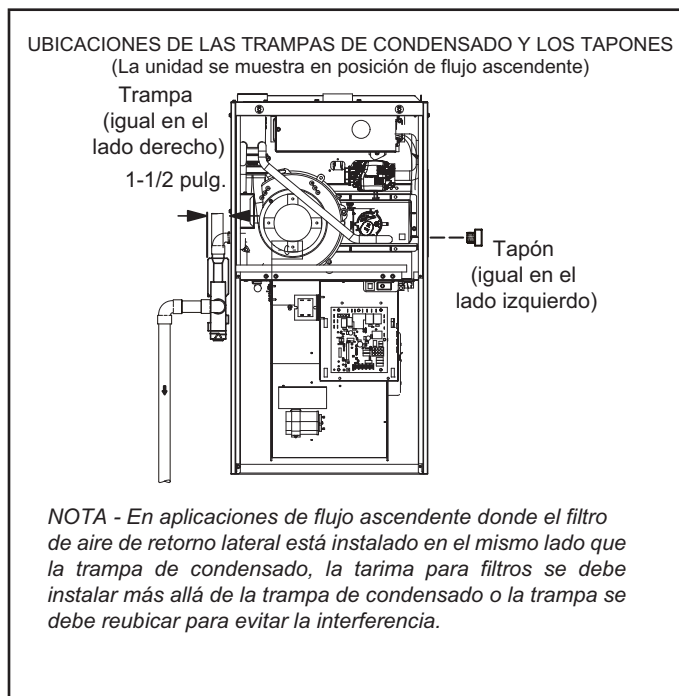

Figura 46
- 2 - Use un destornillador grande de punta plana o una extensión de la boquilla de accionamiento de 1/2" y retire el tapón (Figura 46) de la caja del cabezal del extremo frío en la ubicación apropiada en el costado de la unidad. Instale el accesorio del codo macho hembra de 3/4 NPT en la caja del cabezal del extremo frío. Use cinta de Teflón o un recubrimiento para tuberías apropiado.